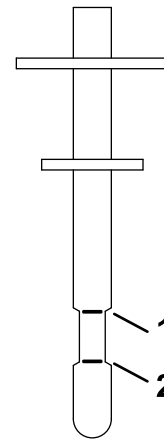

Bild 69
7. Stecken Sie den Peilstab in den Einfüllstutzen und ziehen ihn wieder heraus, um den Ölstand zu prüfen (Bild 69).